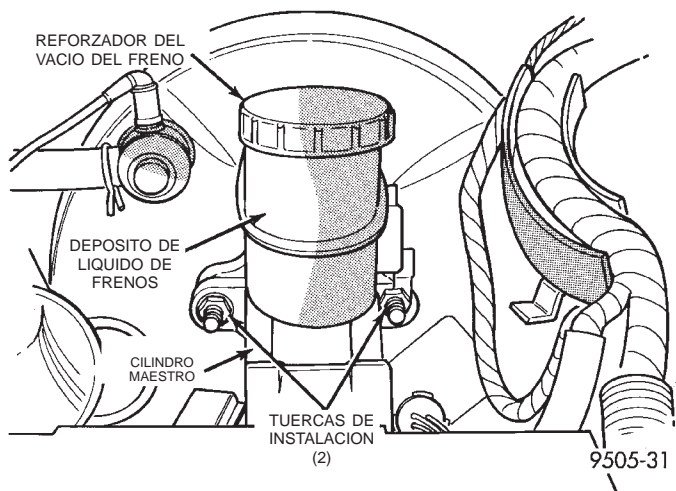

Fig. 106 Instalación del cilindro maestro en el reforzador del vacío
(5) Retire las 2 tuercas (Fig. 106) que fijan la cubierta del cilindro maestro al reforzador del vacío del servofreno.
(3) Coloque el cilindro maestro sobre los pernos espárrago de la unidad del servofreno, alineando el vástago de pistón en el reforzador del vacío del servofreno con el vástago de pistón del cilindro maestro.
(4) Instale las 2 tuercas de instalación del cilindro maestro en la unidad del servofreno (Fig. 106) y apriete con una torsión de 28 N·m (250 libras pulgada).